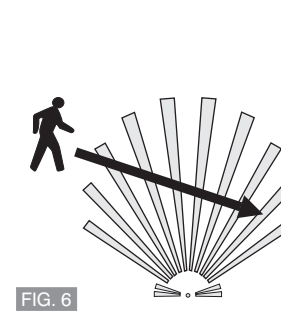
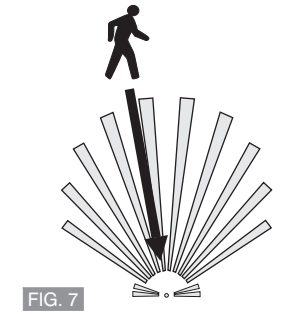

FIG. 6
FIG. 7
- Le détecteur est plus sensible aux mouvements qui traversent son champ d'action (FIG. 6) et moins sensible aux mouvements en direction dudit détecteur (FIG. 7).
- Der Bewegungsmelder reagiert mehr auf Bewegungen, die quer zum Verlauf der Linsensegmente erfolgen (ABB. 6) und weniger auf frontale Annäherung, d. h. Bewegungen, die direkt in Richtung des Sensors gehen (ABB. 7).